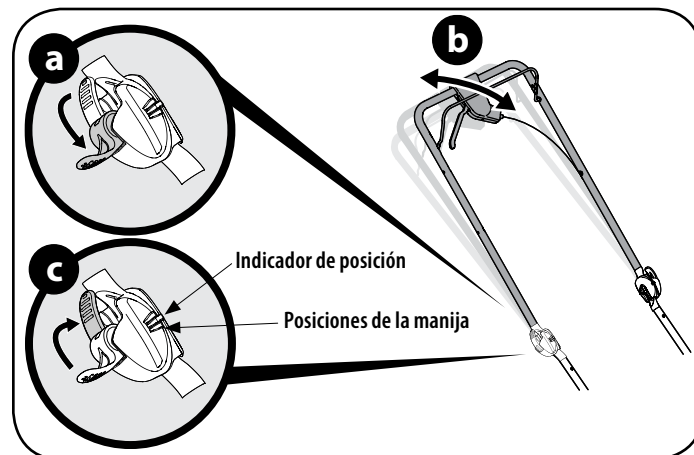

Figura 15
2. Manijas EZ-Fold. Vea la Figura 15.